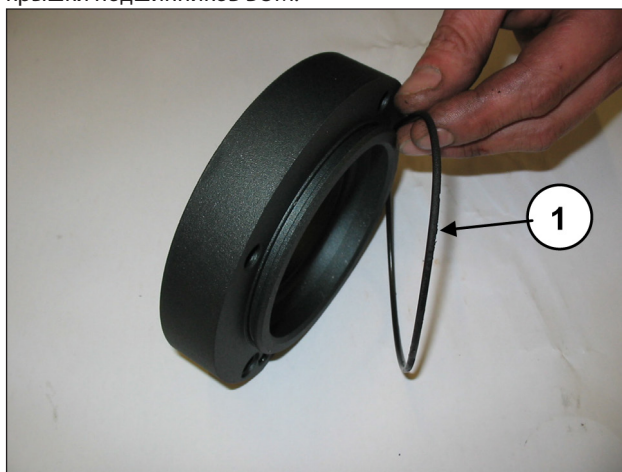
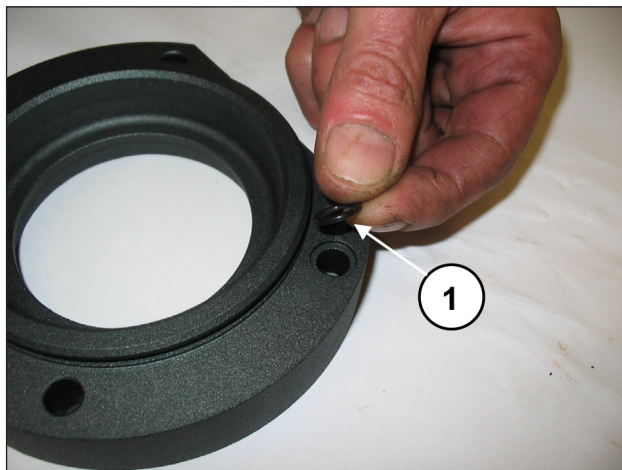

Рис. 65
Рис. 66
Наденьте внешнее уплотнительное кольцо O-ring (поз. ①, Рис. 65) и O-ring смазочного отверстия (поз. ①, Рис. 66.) на крышки подшипников BOM.